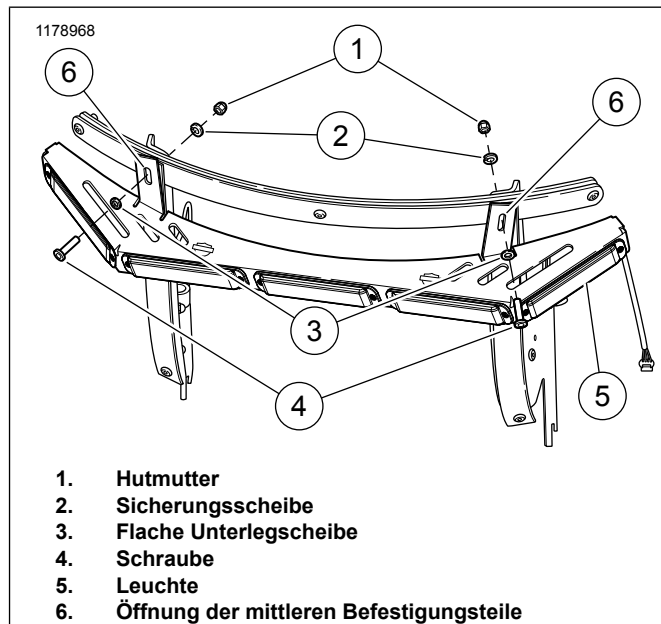

Abbildung 3. Anbringen der Befestigungsteile (Windschutzscheibe zur besseren Sicht ausgebaut)
4. Siehe Abbildung 3. Die Leuchte (5) an den mittleren Öffnungen (6) der Befestigungsteilehalterung ausrichten.
5. Die **neue** Schraube (4) und **neue** flache Unterlegscheibe (3) in die Vorderseite der Öffnungen der mittleren Befestigungsteile der Windschutzscheibe einsetzen.
6. Die **neue** Sicherungsscheibe (2) und **neue** Hutmutter (1) anbringen. Festziehen.